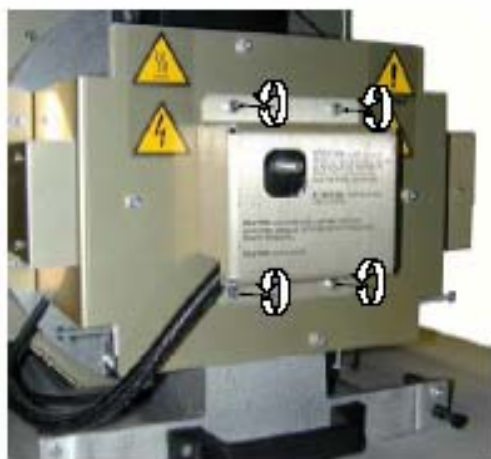

图 7-25 螺帽卸除
1. 用7mm螺帽螺丝刀卸下4颗螺帽，将阴极盖板固定到灯箱上。（图7-25）